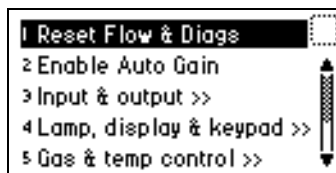

图 5-1 诊断菜单
1. 按 2420 ELS 检测器前面板上的 DIAG 键。2420 ELS 检测器显示“诊断”菜单（图 5-1）。